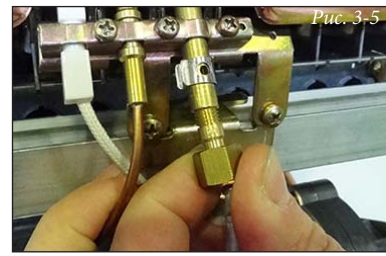

Рис. 3-5
- вставьте форсунку и прокладку из предоставленного комплекта (Рис. 3-5).